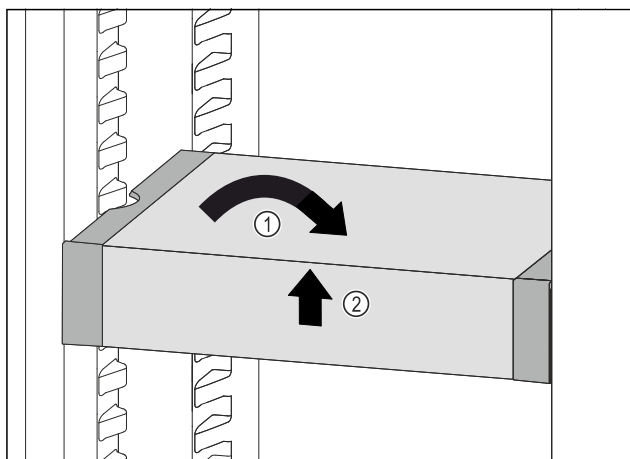

Fig. 171
- Collocare VarioSafe in maniera dritta. Fig. 171 (1)
- Sollevare VarioSafe dal lato anteriore. Fig. 171 (2)